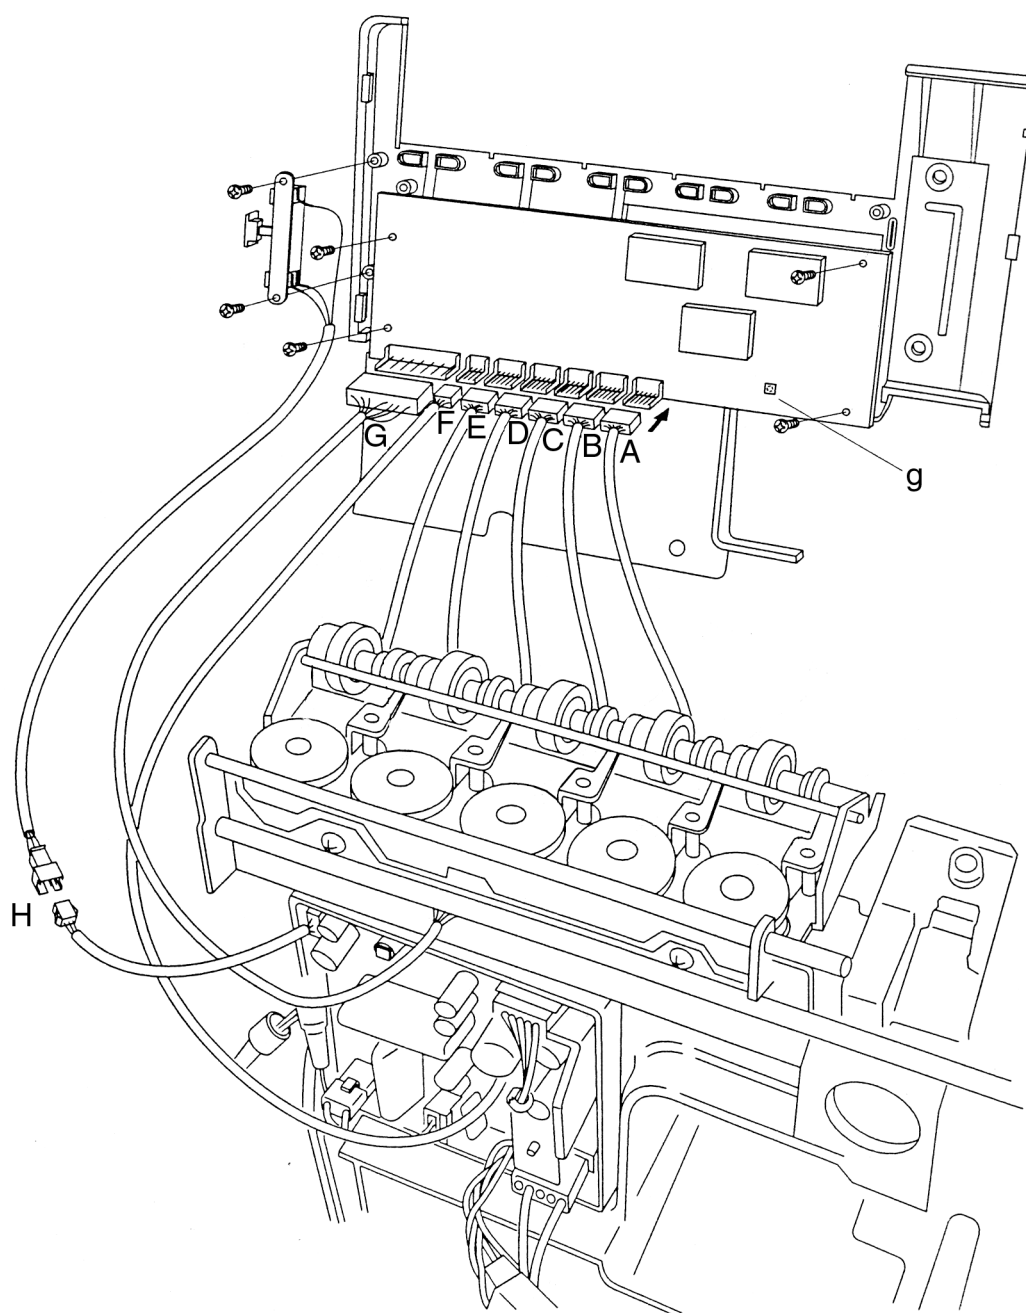

Рис. 8
- Осторожно слегка оттяните вперед верхнюю панель корпуса (рис. 8).